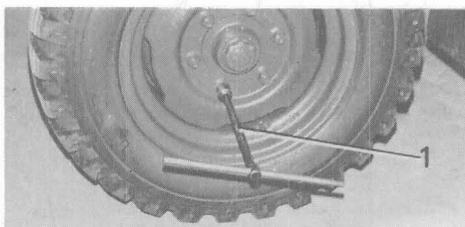

Bild 88 Radmuttern abschrauben
- 1 = Radmutter Schlüssel (s. Bild 88)